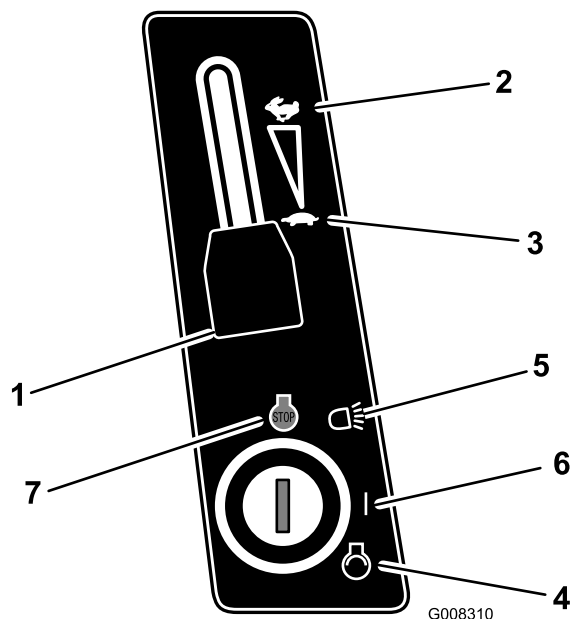

**Figure 11**
4. Désengagez la commande des lames (PDF) (voir la Figure 11).